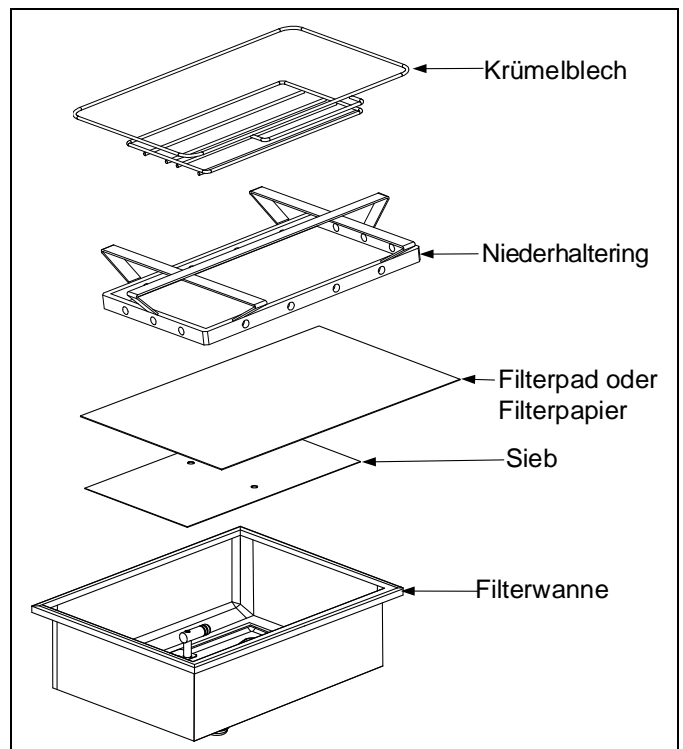

Abbildung 1
1. Die Filterwanne aus dem Schrank ziehen und Krümelblech, Niederhaltering, Filterpapier und Filtersieb entfernen (siehe Abbildung 1). Alle Komponenten mit einer Lösung aus Waschmittel und heißem Wasser reinigen und dann gründlich trocknen.
3. Nun in umgekehrter Reihenfolge das metallene Filtersieb in der Mitte auf den Boden der Wanne legen und einen Bogen Filterpapier so auf das Sieb legen, dass er dieses auf allen Seiten überlappt (siehe Abbildung 1). Bei Gebrauch eines Filterpads ist sicherzustellen, dass die raue Seite des Pads nach oben zeigt. Das Pad auf das Sieb legen und darauf achten, dass er sich zwischen den eingeformten Rippen der Filterwanne befindet.